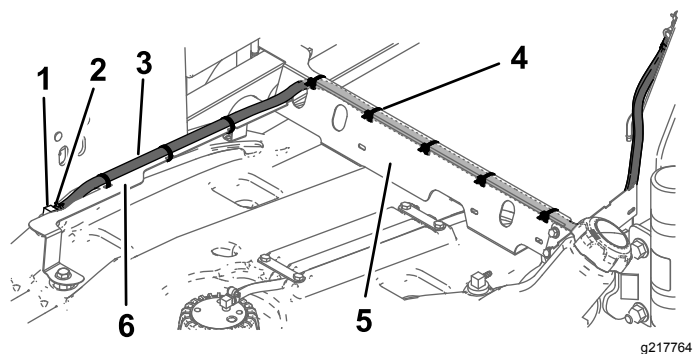

Figure 9
5. Branchez le flexible gauche ($\frac{1}{4} \times 54\frac{1}{4}$ po) au raccord avant à l'aide d'un collier ($\frac{1}{2}$ po), comme montré à la Figure 9.
6. Faites passer le flexible le long du support du conduit de carburant et de l'arrière de l'écran pare-chaleur (Figure 9).
8. Attachez le flexible aux supports avec 8 serre-câbles (3 sur le support du conduit de carburant et 5 sur l'écran pare-chaleur), comme montré à la Figure 9.